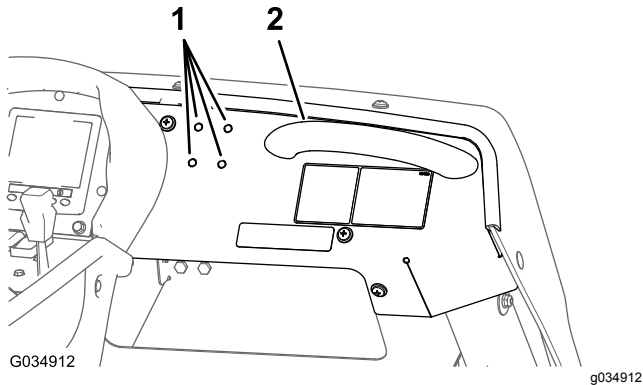

Figura 129
1. Localize os quatro orifícios de pressão (¼ pol.) que estão localizados no lado esquerdo do manípulo de apoio (Figura 129).
2. Retire os quatro orifícios de pressão do painel de instrumentos (Figura 129).